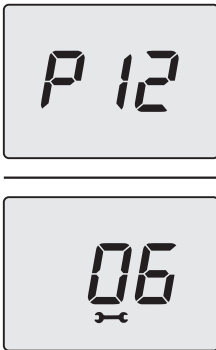

Figura 5.51
- Premere per 1 sec. il tasto 14 (Figura 5.47) per entrare nel parametro selezionato. Il display visualizzerà quanto segue (Figura 5.51).